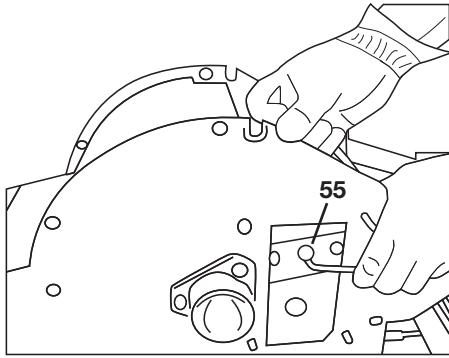

Bild 46
- Lösen Sie die beiden Senkschrauben (55) (SW 5) am Gegenmesser und nehmen Sie das Messer ab (siehe „Bild 46“).